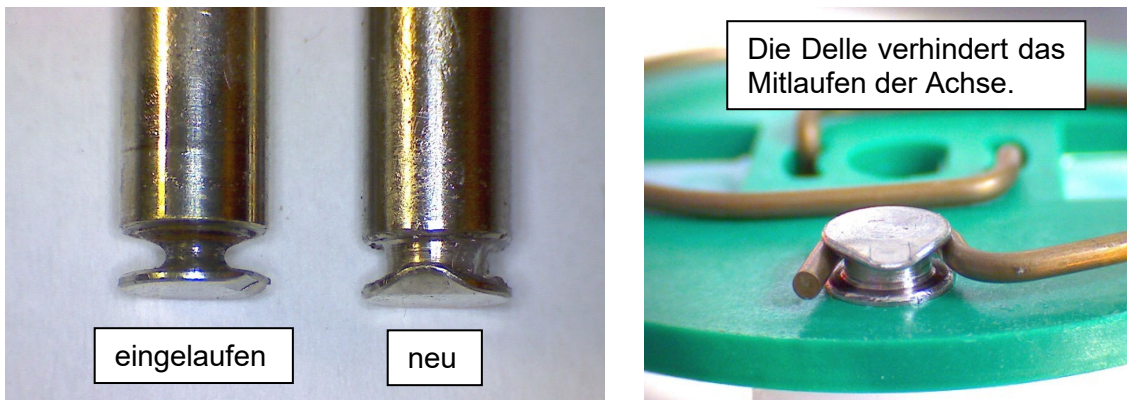

Abbildung 13 Überprüfung der Achsen der Andruckrollen
3. Pumpenkopf ② von der Motorwelle ziehen
5. Das Entfernen der Federn (4 Stück) ③ vom Rollenträger ist ohne Zuhilfenahme von Werkzeugen einfach möglich. Hierzu Feder aus der Nut ④ neben der Wellenbohrung herausziehen
6. Die Rollenachsen demontieren und die Rollen wechseln. Darauf achten, dass die Andruckfeder nicht in die Achse eingelaufen ist und die Einpressung (Delle) an der Achsenstirnseite beschädigt hat. Bei Abnutzung muss die Achse gewechselt werden (siehe Abbildung 13).
- Sicherstellen, dass die Kunststoffrollen leicht auf der Achse rollen. Nach dem Wiedereinbau der Achse mit Rolle in den Rollenträger muss die Feder wie in Abbildung 13 gezeigt, montiert sein. Bitte auf richtige Ausrichtung der Einkerbung (Delle) achten.